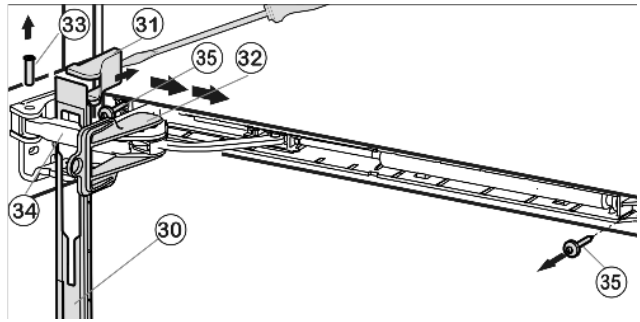

Fig. 12
- ▶ Сдвиньте накладку над амортизационной скобой Fig. 12 (34) в направлении устройства вперед.
- ▶ Зафиксируйте предохранитель Fig. 12 (32) в продольном пазе.
- ▶ Подденьте крышку Fig. 12 (31) отверткой с внешней стороны и снимите в направлении наружу.
- ▶ Выдавите палец Fig. 12 (33) снизу.
- ▶ Нажмите амортизационную скобу Fig. 12 (34) в направлении дверцы.
- ▶ Снимите накладку Fig. 12 (30).
- ▶ Открутите узел амортизатора закрывания дверцы (2 шт. Torx 15) Fig. 12 (35).